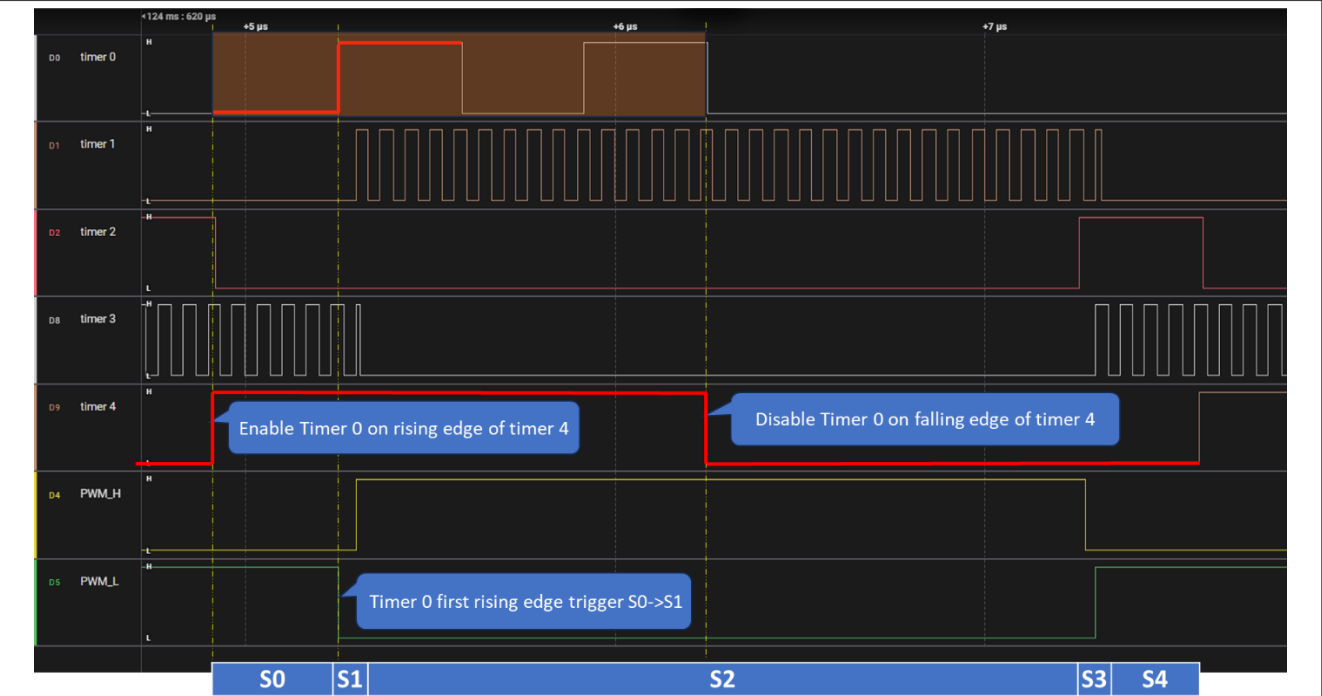

图7. 从状态0到状态1的转换
- 图7显示了从状态0到状态1的状态转换过程，由定时器0触发。定时器0生成的PWM波形由定时器4控制，以启用和禁用。定时器0的第一个上升沿触发状态转换。当进入状态1后，定时器0的后续上升沿不会触发状态转换。